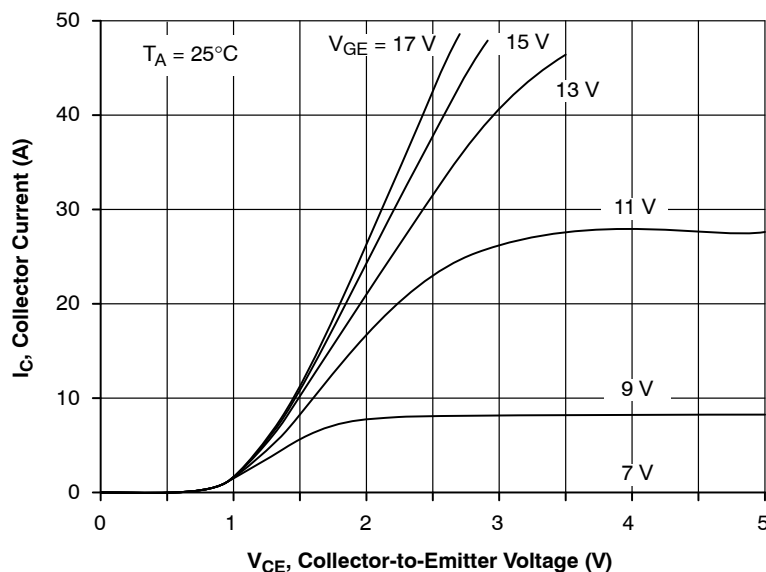

Figure 1. Output Characteristics of a 15 A, 600 V IGBT
1. V_{CE}の変動 - MOSFETは比較的低いゲート電圧でチャンネルが最大に拡大される(大半のMOSFETの出力特性で、V_{GS}が10 Vを上回った後はゲインは最小)のに対し、IGBTの出力/飽和特性はV_{GE}電圧に継続的に依存する傾向を示します。このことを的確に図示しているのが、IGBTのデータシートから抜粋したFigure 1です。曲線が示すように、コレクタ電流値が同じ場合、V_{GE}値が上昇して11 Vを上回ると、飽和電圧(V_{CE})に大きなゲインが見られます。事実、V_{GE}が上昇して13 Vを上回ると、より大きい電流はサポートできません。大電流アプリケーションの場合、V_{CE}の改善がわずか0.1 Vでも、コレクタ電流10 Aごとに1 Wの省電力につながります。